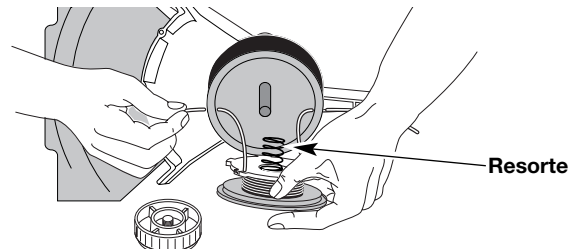

Fig. 38
13. Inserte los extremos de la línea a través de los ojajillos de la bobina exterior y coloque el carrete interior con el resorte dentro de la bobina exterior (Fig. 38). Empuje el carrete interior y la bobina exterior entre sí. Mientras sostiene el carrete interior y la bobina exterior, tome los extremos y tire con firmeza para soltar la línea de las ranuras de fijación de la bobina.
5. Inserte los extremos de la línea en los ojalillos de la bobina exterior (Fig. 38).